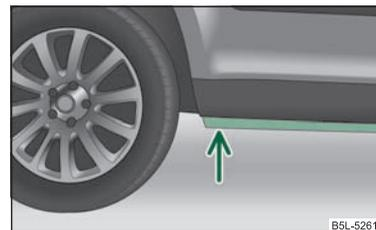

Fig. 158 Attraversamento di acqua
- Prima di attraversare tratti d'acqua verificare la profondità dell'acqua. L'acqua non deve superare la cresta del longherone inferiore del veicolo ⇒ fig. 158.